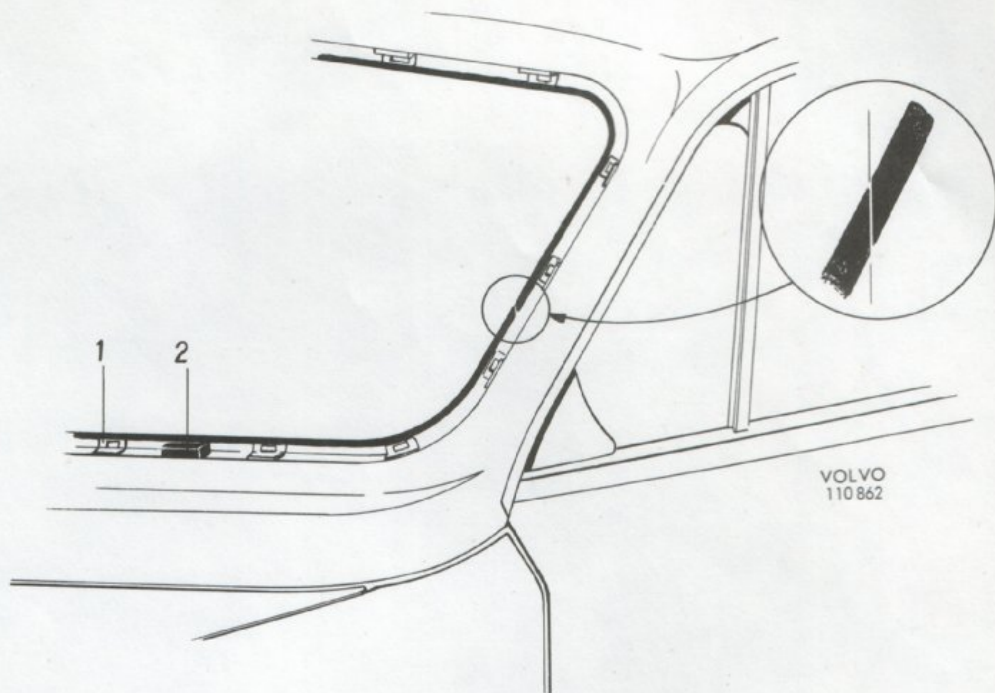

Bild 3
3. Montera de båda distansstyckena i vindruteöppningens nederkant. De ska ligga mellan 2:a och 3:e clipset från vardera vindrutestolpen, se bild 3.
4. Butyltopen monteras på karossen minst 10 min och högst 1 timme efter det limhjälpmedlet strukits på. Tapen rullas ut runt hela vindruteöppningen med skyddspapperet på. Skarven läggs mitt på en av sidostolparna och skarvdandarna skärs snett, se bild 3. Tapen skärs lättast med en varm kniv.